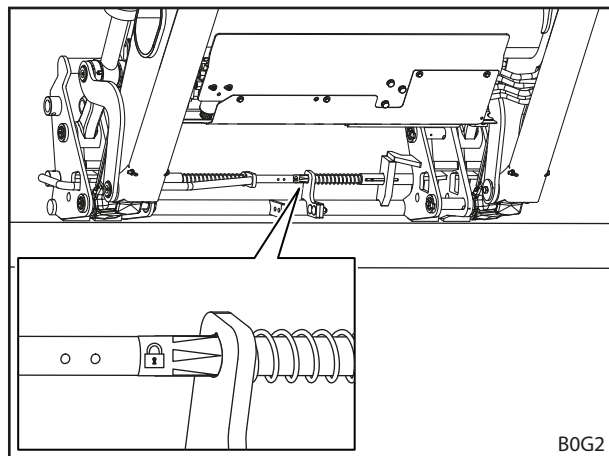

Fig. 82 Verificar o bloqueio da ferramenta através do autocolante (armação de troca combinada Euro-FR)
- (1) Acionar a função *Recolher*. Neste caso, o carregador frontal pode ser levantada, no máximo, 1,5 m.
**i** Na armação de troca combina Euro-FR, o autocolante encontra-se na placa de montagem do meio (consulte Fig. 82).